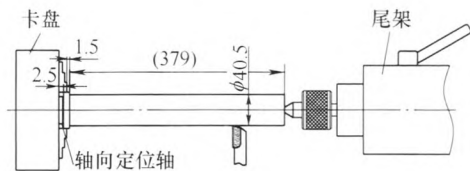

图4 不调头一次车完直身外圆余量法
(1) 不调头一次车完直身外圆余量工艺：在第二步粗车时，采用如图4所示的装夹方法：在车床主轴前内锥孔内装上一支锥轴，用于控制卡盘卡爪夹持工件的长度为 2.5 mm，在车外圆 $\phi 40.5$ mm 时，长度车至 379 mm 以上，使剩余的总长度余量小于 4 mm。这样的话，在下一步的调头车端面控制总长和端面倒角时，就将本工序剩余的 4 mm 余量车去了，也即是省去了调头车外圆的工序，大大提高了效率。